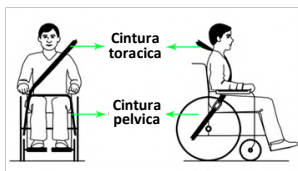

fig. 27
8. Usare sia la cintura pelvica sia la cintura toracica per assicurare l'utente e ridurre al minimo gli spostamenti dell'utente durante l'impatto e con essi le possibilità di impatto con parti del veicolo e il conseguente grave rischio di lesioni all'utente e agli altri occupanti del veicolo (fig. 27).